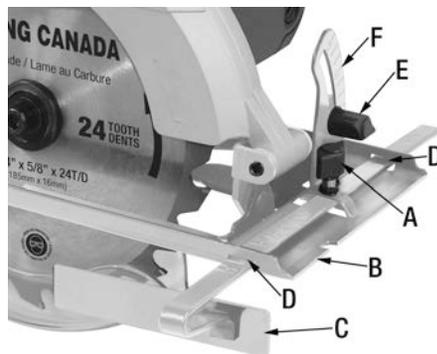

FIGURE 5
Desserrez le bouton de verrouillage (A) Fig.5 du guide de travail qui se trouve sur la plaque de glissement (B). Glissez le guide de travail (C) à l'intérieur des rainures (D). Réglez la largeur désirée et resserrez le bouton de verrouillage (A) Fig.5.
Ajustez l'angle en biseau en desserrant le bouton de verrouillage du biseau (E) Fig.5. Utilisez l'échelle (F) comme référence pour ajuster l'angle et inclinez la plaque de glissement. Reserrez le bouton de verrouillage fermement.